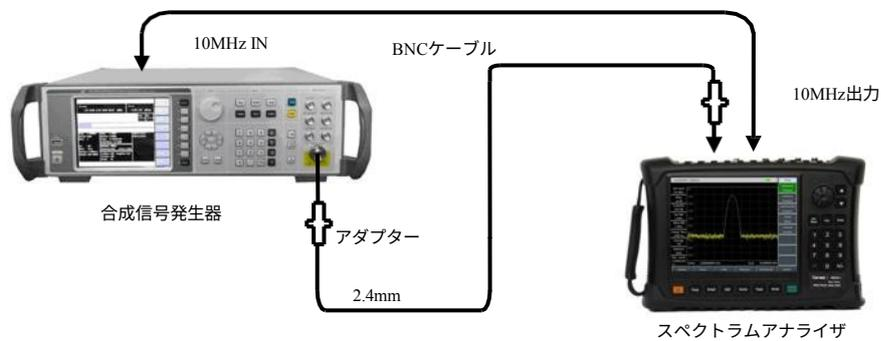

図12-17 入力アッテネーター切り替え不確実性試験の設定
- 1) 図12-17に示すように、試験装置を接続します。スペクトラムアナライザは、合成信号発生器1464Cの周波数基準を提供します。